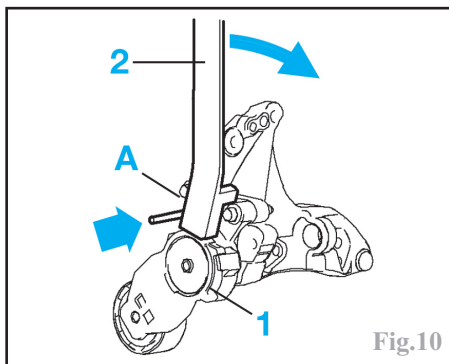

Fig.10
Agir sur le galet tendeur (1) à l'aide de l'outil **303-676** et **21-235** (2) (Fig.10) ou d'une clé hexagonale jusqu'à la mise en place d'une pige de diamètre **5 mm** dans le trou de pigeage A.